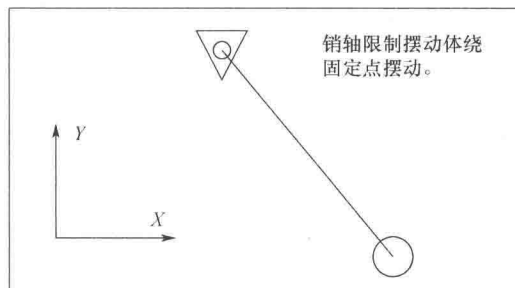

图 0-2 约束自由度
(3) 约束自由度 减少自由度将限制构件的独立运动,这种限制称为约束。如图 0-2 所示,配合连接两个构件,并限制两个构件之间的相对运动。